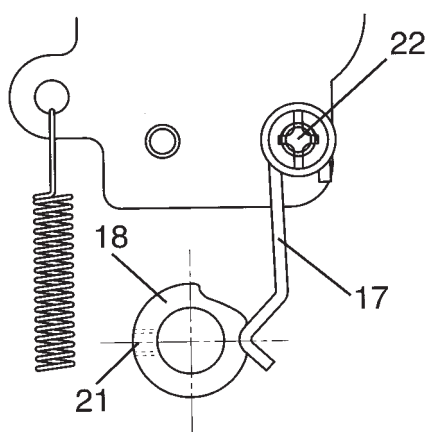
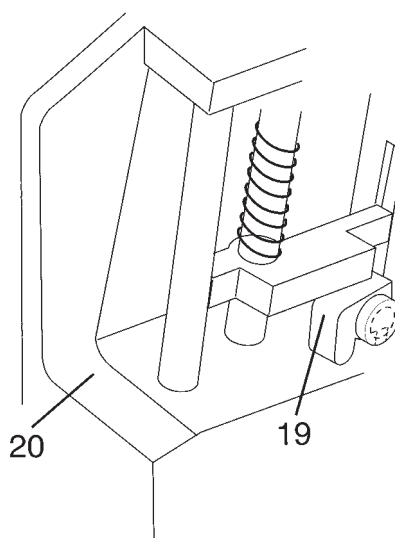

Рис. 18
Рис. 19
Стопорная пружина 17 должна в соответствии с рис. 18 фиксировать кулачок 18 стержня прижима ткани. Кулачок 19 должен одновременно прилегать к корпусу 20 (рис. 19). Вал не должен иметь осевого люфта.
- Ослабьте винт 21 крепления кулачка 18 (рис. 18).
- Сместите стопорную пружину 17 таким образом, чтобы она фиксировала кулачок 18 согласно рис. 18.
- Прижмите кулачок 19 к корпусу 20 (рис. 19).